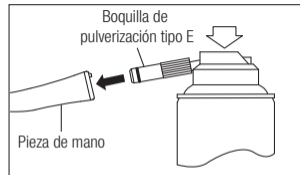

Fig. 6
- 2) Inserte la boquilla del pulverizador en la parte trasera de la pieza de mano. Sostenga la pieza de mano y el pulverizador durante 2-3 segundos. Aplique lubricante hasta que sobresalga del cabezal de la pieza de mano al menos dos segundos (Fig. 6).
- 3) Lubrique la pieza de mano con NSK PANA SPRAY Plus / PANA SPRAY (Fig. 6) o el sistema de limpieza y lubricación automática de piezas de mano de NSK.